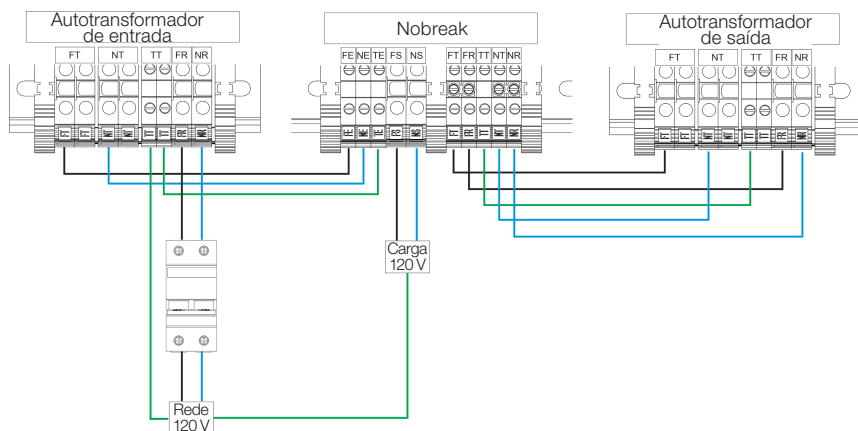

Figura 5.6: Instalação elétrica - Nobreak em 120 V
- 4) Com uma chave de fenda apropriada para bornes, conectar os cabos oriundos do quadro de alimentação aos bornes FR, NR e TT, presentes no Autotransformador de Entrada, de acordo como sugerido na Figura 5.6 na página 5-6. Quanto à bitola dos cabos, recomenda-se seguir as características definidas na Tabela 5.1 na página 5-4.